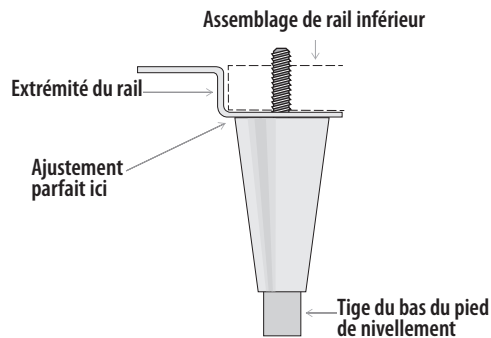

Fig. 4. Diagramme des pieds de nivellement.
3. Vissez les pieds de nivellement dans le rail du châssis ou le fond de l'appareil. Voir fig. 4 et 5.
5. Si l'appareil n'est pas de niveau, soulevez délicatement l'extrémité inférieure de l'appareil et soutenez-la. Ensuite, à l'aide d'une clé à molette, vissez ou dévissez les tiges du bas des pieds de nivellement pour mettre l'appareil de niveau et le fixer. Voir les fig. 4 et 6.